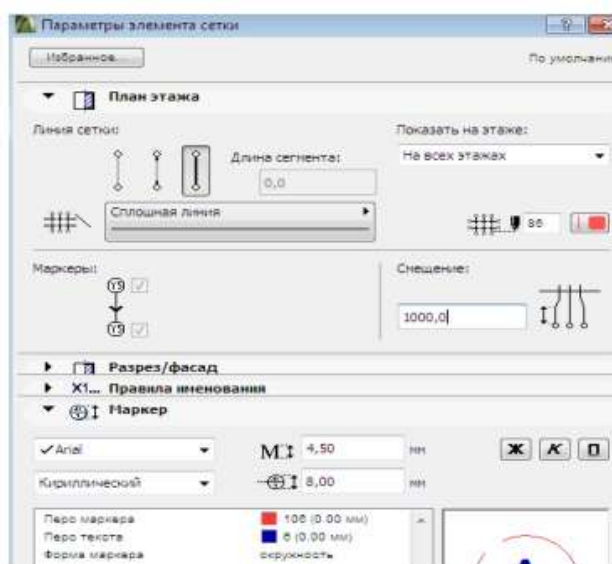

Рисунок 7.8
4. Нажмите кнопку **Параметры элемента сетки** (для открытия одноименного диалогового окна (рисунок 7.8). Элементы сетки имеют свои собственные параметры, включая показ на этажах, типы линий сетки и перья (как на плане этажа, так и в окнах разрезов/фасадов), правила именования осей, параметры маркеров, располагающихся на одном или обоих концах элементов сетки, и т. д.